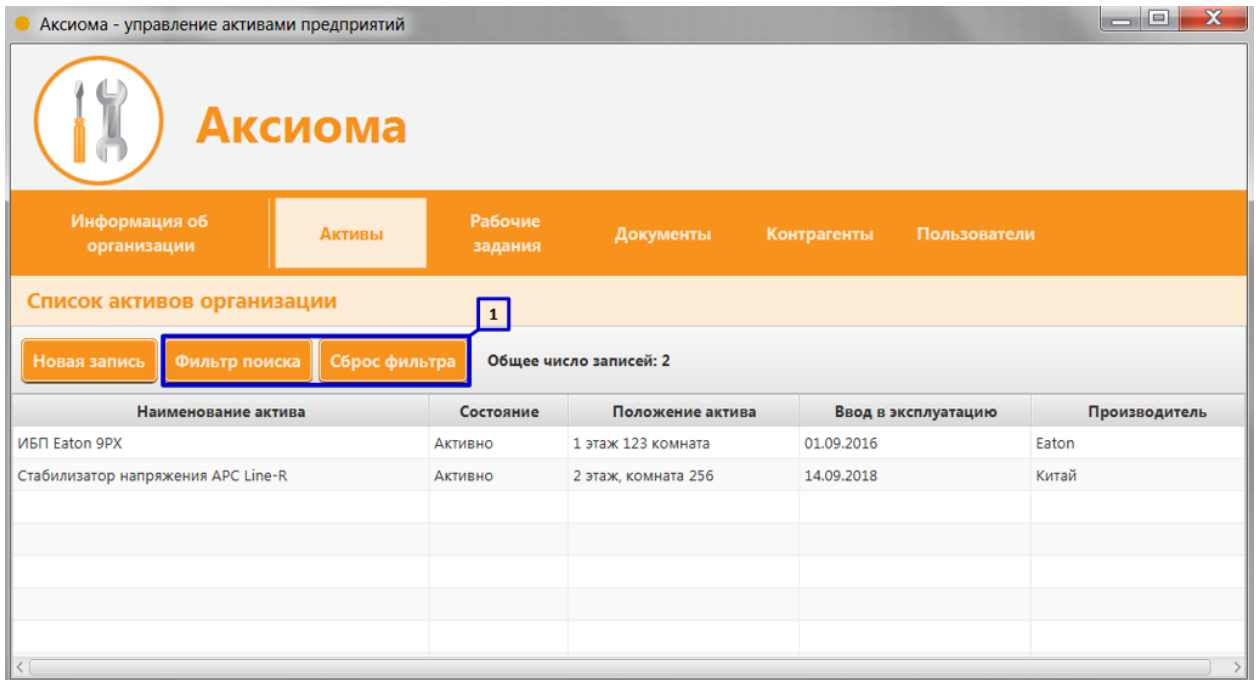

Рисунок 6. Поиск и фильтрация перечня активов
1. Просматривать в виде списка все заведённые в системе активы и осуществлять поиск и фильтрацию (Рисунок 6 пункт 1);